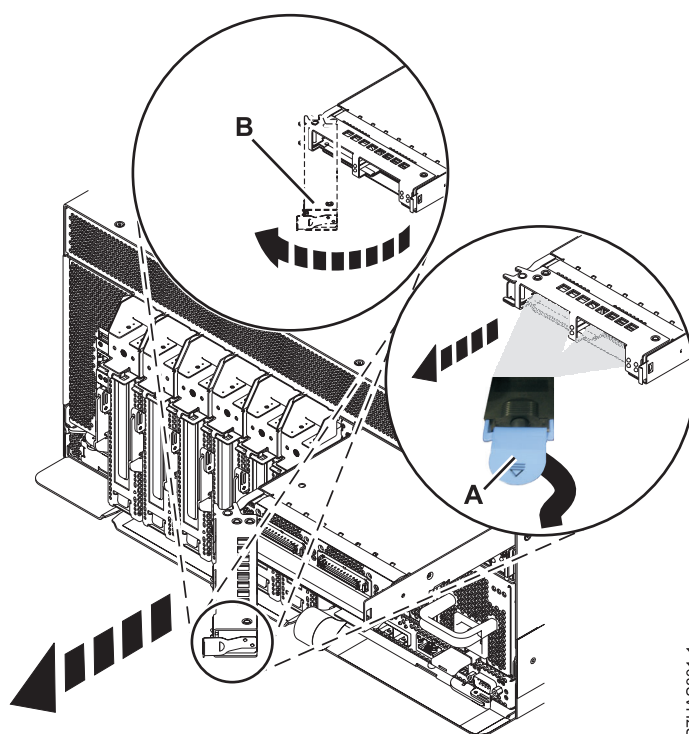

Figura 3. Extracción del adaptador GX del sistema
6. Si es necesario, desconecte los cables conectados al adaptador en la parte posterior del sistema. Consulte el apartado Figura 3 en la página 6.
8. Empuje la pestaña de bloqueo (B) hacia la izquierda y gire la cubierta de la tarjeta GX en la dirección mostrada en la Figura 3.